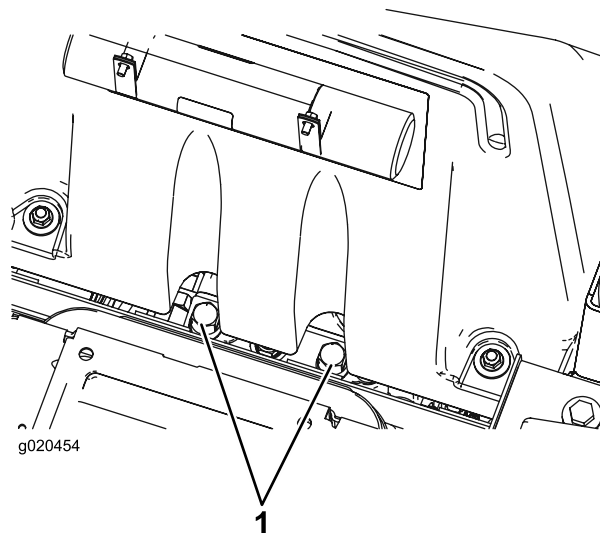

Figura 54
1. As válvulas de derivação encontram-se sob a dianteira do depósito de combustível (Figura 54).